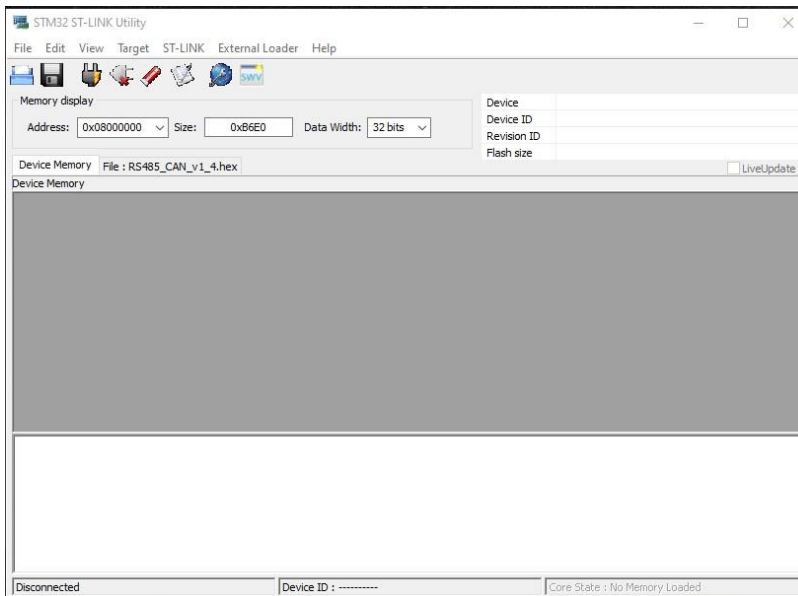

Рис. 2 – Вид программы
2. Загрузить программу **STM32 ST-Link Utility** (Рис.2).